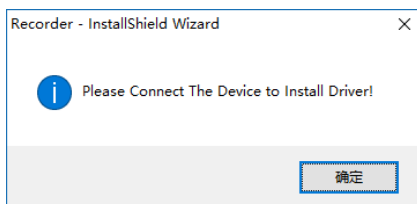

图 6 驱动安装提示
- 2) 点击“是”确认后，系统弹出图 6 所示对话框提示将部件连接到电脑上，确认 Trigger Box 与电脑连接正确后点击“确定”。